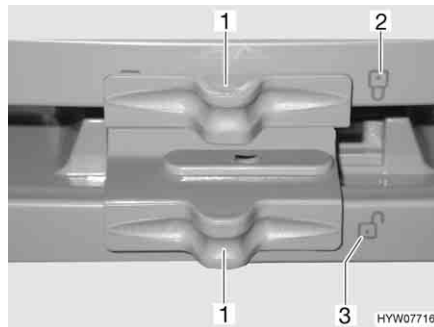

Fig. 162 Bloccaggio della porta del frigorifero/del vano congelatore (serie Dometic 7 con vano congelatore separato)
- Spingere il bloccaggio (Fig. 162,1) di lato in modo che la serratura aperta "🔓" (Fig. 162,3) sia visibile.
- Spingere il bloccaggio (Fig. 162,1) di lato in modo che la serratura aperta "🔓" (Fig. 162,2) sia visibile.